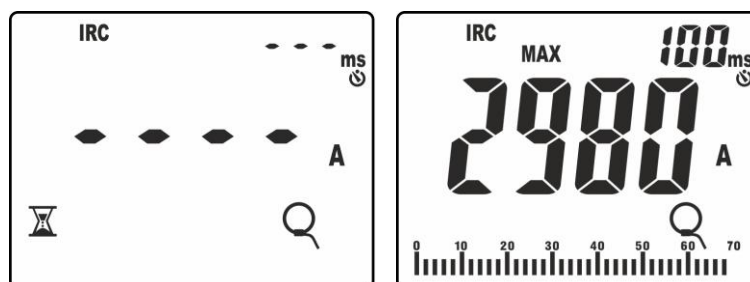

Fig. 43: Reconocimiento evento corriente de arranque
8. Pulse la tecla **GO/HOLD** para activar la función. El instrumento queda a la espera del reconocimiento del evento (valor medido superior al umbral fijo de disparo igual al **1%FE pinza: ej. 30A para FE = 3000A**) mostrando el símbolo "⌚" en pantalla (ver Fig. 43 – parte izquierda)
9. Al reconocimiento del evento **la medida se detiene automáticamente** y el instrumento muestra en el visualizador principal el valor **Máx. RMS** calculado sobre el tiempo de valoración de **100ms** (por defecto) reportado en el visualizador secundario (ver Fig. 43 – parte derecha)